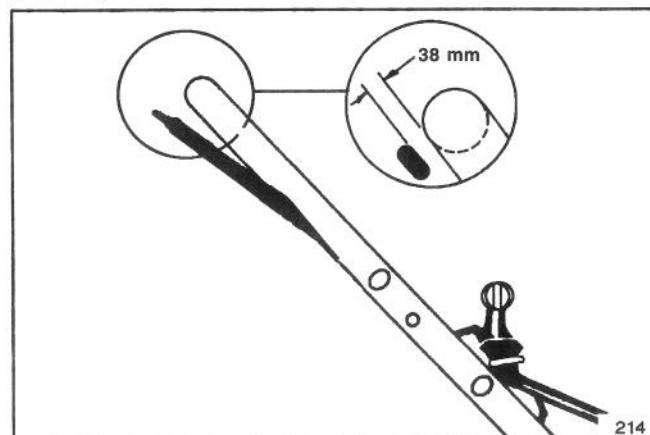

Abbildung 19
- Antriebshebel anheben, bis Widerstand spürbar wird. Bei richtiger Justierung sollte der Abstand von Antriebshebel und Schiebestange 38 mm betragen (Abb. 19).